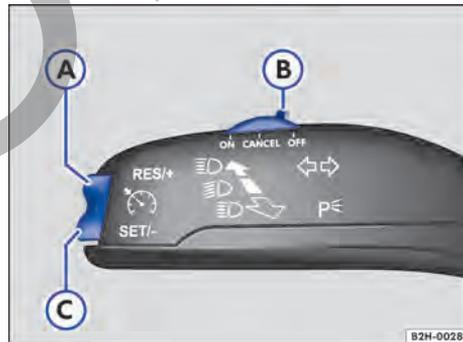

Fig. 104 En el lado izquierdo de la columna de dirección: mando y teclas para manejar el regulador de velocidad.
1. Desplace el mando  fig. 104 (B) a la posición **ON**.
1. Durante la marcha, pulse la tecla **SET/-** → fig. 104 C.
- + 1 km/h (1 mph): Presione brevemente la tecla **RES/+** → fig. 104 A.
- 1 km/h (1 mph): Presione brevemente la tecla **SET/-** → fig. 104 C.
1. Desplace el mando → fig. 104 B a la posición **CANCEL**.
1. Pulse la tecla **RES/+** → fig. 104 A.
1. Desplace el mando → fig. 104 B a la posición **OFF**.